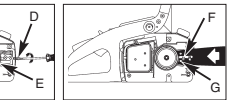

Fig. 3E
4. Legen Sie das gekerbte Ende der Leitschiene über den Schienenbolzen (F). Richten Sie die Schiene so aus, dass die JUSTIERANGEL in das Loch (G) in der Leitschiene passt (Abb. 3E).